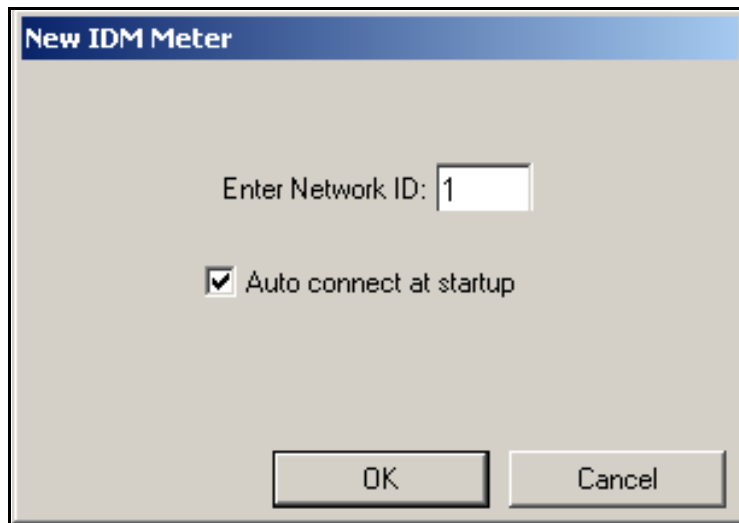

Рис. 36: Экран *New IDM Meter*
4. Откроется экран *New IDM Meter* (новый измерительный прибор IDM) (см. Рис. 36 внизу). Введите номер идентификатора сети для измерительного прибора и щелкните [OK].